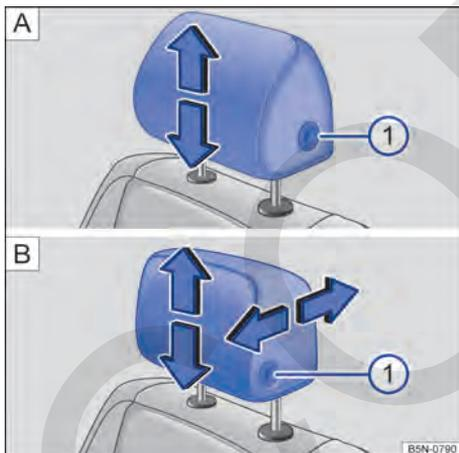
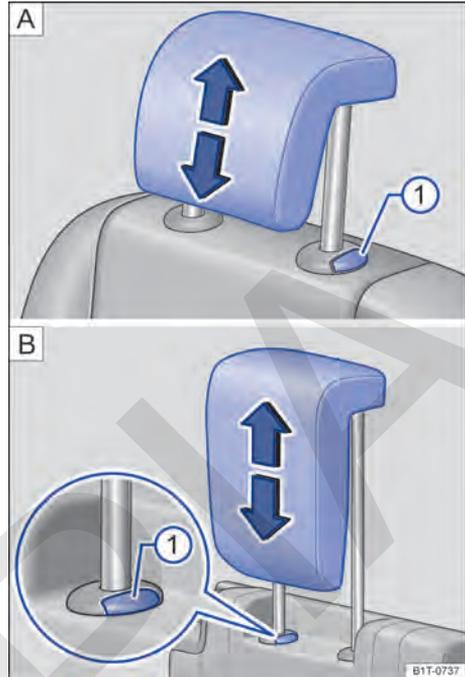

Fig. 90 Ajuste de los apoyacabezas delanteros: **A** Sin posibilidad de ajuste longitudinal, **B** con posibilidad de ajuste longitudinal.
Fig. 91 Ajuste de los apoyacabezas traseros: **A** Segunda fila de asientos, **B** tercera fila de asientos.
- Desplace el apoyacabezas hacia arriba o hacia abajo en el sentido de la flecha correspondiente; en caso necesario, presione al mismo tiempo la tecla → **fig. 90** **1** o → **fig. 91** **1** → ⚠ en *Introducción al tema* de la pág. 115.
- Desplace el apoyacabezas hacia delante o, a la vez que presiona la tecla → **fig. 90** **B** **1**, hacia atrás en el sentido de la flecha correspondiente.